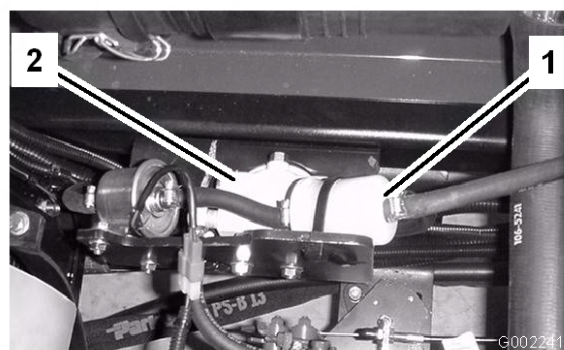

Figura 44
4. Allentate le fascette stringitubo e allontanatele dal filtro (Figura 44).